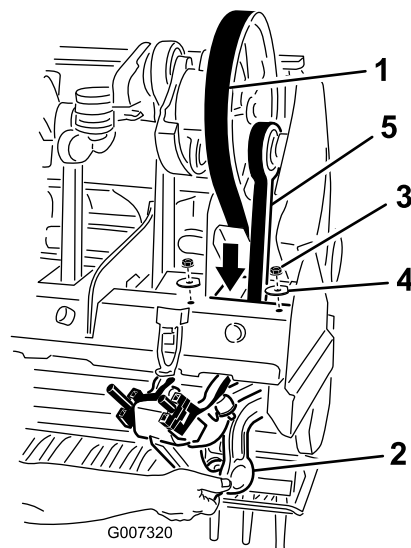

Figure 39
- Desserrez et retirez les 2 contre-écrous et rondelles qui fixent l'amortisseur Rotalink du bras d'aération n° 1 (Figure 39).
- Faites descendre la courroie d'entraînement dans le cadre de la tête d'aération et autour de l'extrémité inférieure du bras d'aération n° 1 (Figure 39).